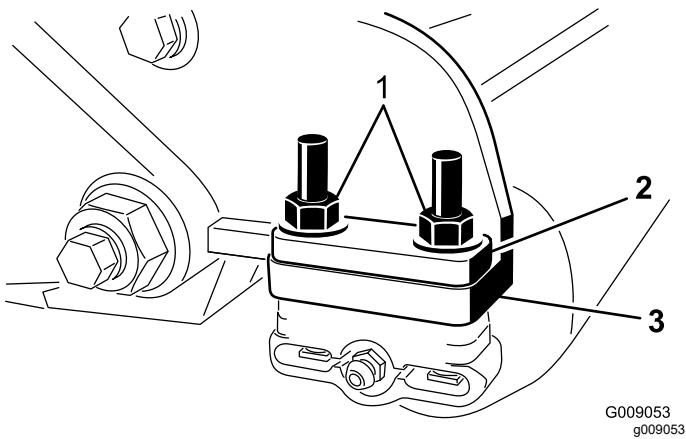

Figura 7
7. Remova as duas porcas de flange que prendem cada suporte do cilindro às placas laterais (**Figura 7**).